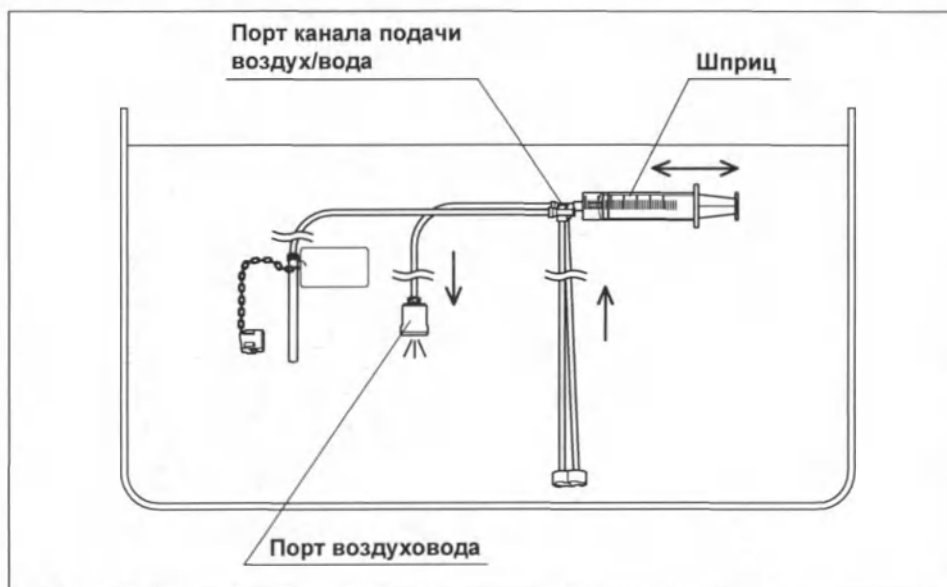

Рисунок 6.33
- 5 Полностью погрузив шприц и инъекционную трубку в воду для промывания, медленно оттяните поршень шприца, чтобы заполнить шприц водой для промывания. Затем надавите на поршень, чтобы промыть трубку канала подачи воздух/вода инъекционной трубки 30 миллилитрами воды для промывания. Убедитесь в том, что во время промывания из порта воздуховода не выходят пузырьки воздуха. (См. рис. 6.33)